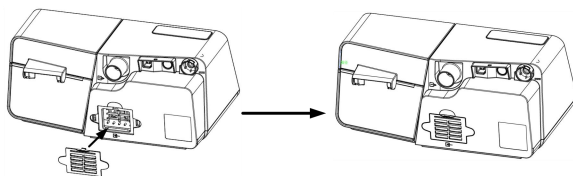

Fig. 19-5
(2) Installare il tappo del filtro contenente il filtro dell'aria al dispositivo principale, come mostrato nella Fig. 19-5.